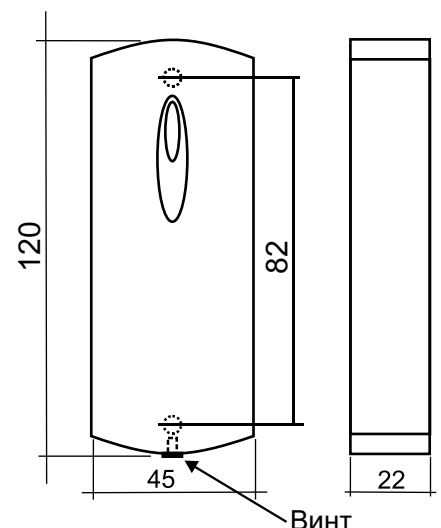

Рис.2 Габариты изделия
- разметьте и просверлите отверстия для крепления (рис.2);